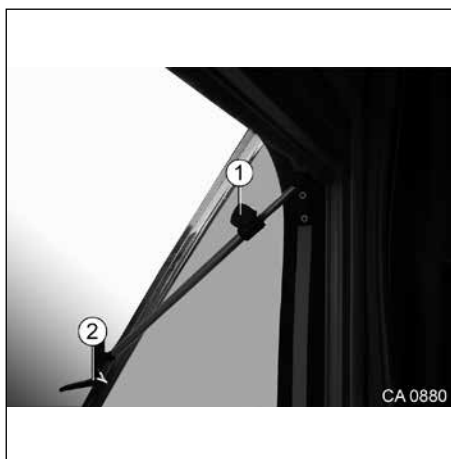
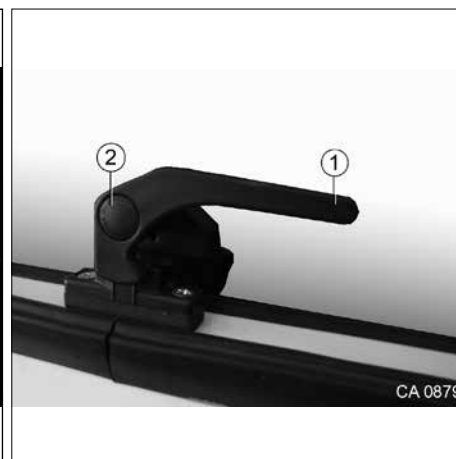

Fig. 9 Öppningsbara fönster
Fig. 10 Låshandtag öppningsbart fönster
- För att kunna vrida låshandtagen måste du trycka in spärren (se Fig. 10, pos. 2).
1. Tryck in spärknappen (Fig. 9 och Fig. 10, pos. 2) och håll den intryckt.
2. Vrid låshandtaget (Fig. 10, pos. 1) till lodrätt läge.
3. Lossa den räfflade skruven på teleskopstaket (Fig. 9, pos. 1).
4. Dra åt den räfflade skruven på teleskopstaket (Fig. 9, pos. 1).
4. Tryck in spärknappen (Fig. 9 och Fig. 10, pos. 2) och håll den intryckt.
5. Vrid låshandtaget (Fig. 10, pos. 1) till vågrätt läge.